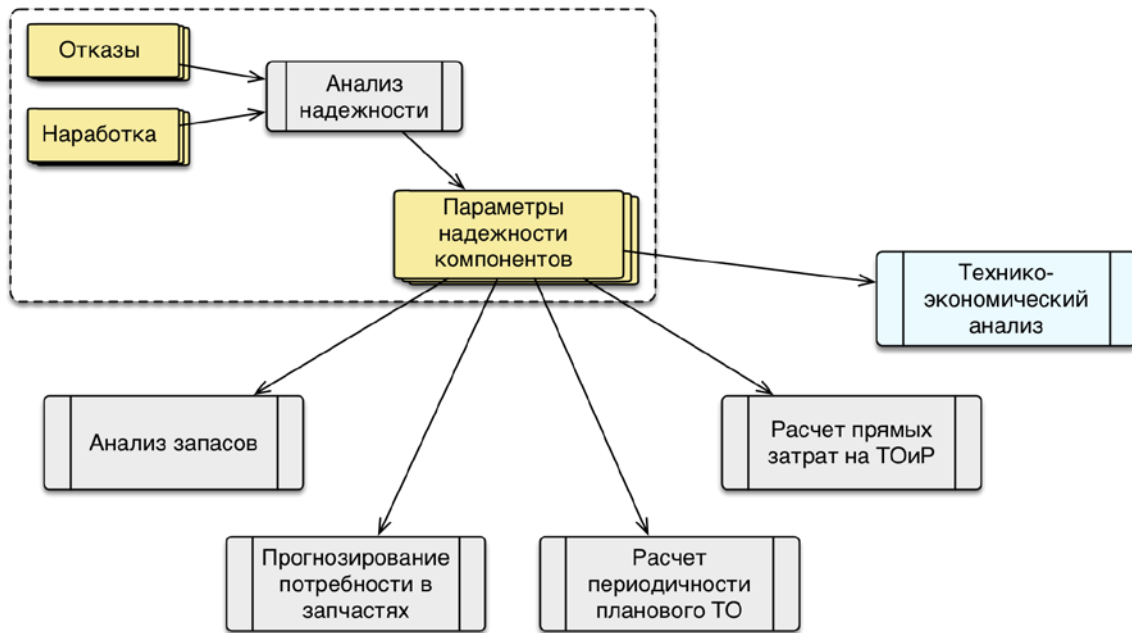

Рис. 10-110 – Использование параметров надежности в расчетах
- Открыть окно свойств для элемента логистической структуры (рис. 10-110).
- Выбрать для атрибута «Способ задания показателей надежности элементов ЛСИ» значение «Задается» или «Значение связанного изделия» (1 на рис. 10-110).
Если выбрано значение «Задается», то параметры надежности, введенные в окне «Компонент» (2 на рис. 10-110), будут относиться только к данному местоположению компонента в ЛСИ. Если выбрано значение «Значение связанного изделия», то параметры надежности будут заданы для «самого компонента» и будут относиться к тем месторасположениям компонента в ЛСИ, для которых атрибут «Способ задания показателей надежности элементов ЛСИ» имеет то же значение – «Значение связанного изделия». Параметры